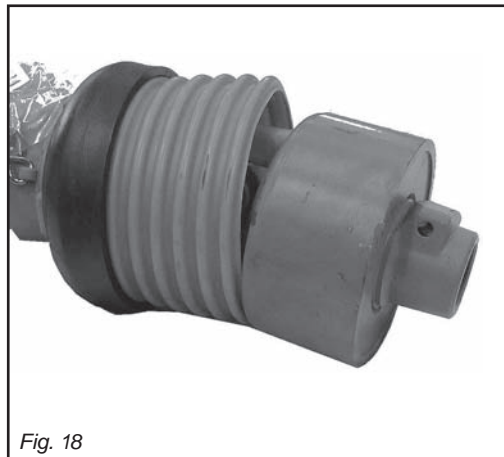

Fig. 18
Questo dispositivo (Fig. 18) serve per proteggere gli organi di trasmissione della macchina da sforzi e sovraccarichi eccessivi. Infatti in caso di sovraccarico, la trasmissione di potenza viene interrotta. Il reinnesco avviene in modo automatico riducendo il numero di giri della presa di forza.
*This device (Fig. 18) protects the transmission components of the machine from stress and excessive overloads. Drive transmission actually stops in the case of an overload and is automatically engaged again by reducing the rpm rate of the PTO.*
*Ce dispositif (Fig. 18) sert à protéger les organes de transmission de la machine des efforts et des surcharges excessives. En effet la surcharge de puissance est interrompue. Le ré-enclenchement a lieu automatiquement en réduisant le nombre de tours de la prise de force.*
Diese Vorrichtung (Abb. 18) dient dazu, die Getriebeteile der Maschine vor zu großen Belastungen und Überlastungen zu schützen. Kommt es zu Überlastungen, wird die Leistungsübertragung nämlich unterbrochen. Das Wiedereinschalten erfolgt automatisch, wobei die Drehzahl der Zapfwelle verringert wird.
Este dispositivo (Fig. 18) sirve para proteger los componentes de la transmisión de la máquina de esfuerzos y sobrecargas excesivas. En efecto con la sobrecarga la transmisión de potencia se interrumpe. El sucesivo reacomplamiento se verifica automáticamente reduciendo el número de revoluciones de la toma de fuerza.